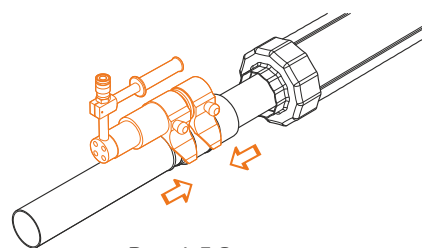

Рис. 4.5.8
9. При помощи гидравлического насоса произвести запрессовку пресс-фитинга (рис. 4.5.8).